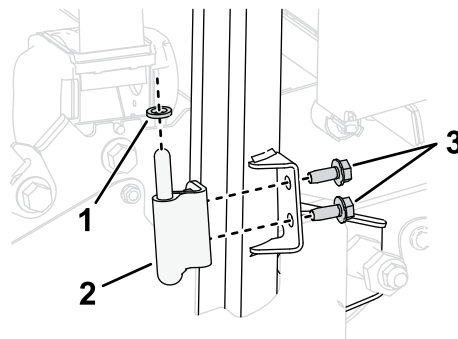

Figura 7
- Fissate, senza serrarla, la cerniera inferiore alla staffa sul tubo del ROPS utilizzando 2 viti ($\frac{5}{16}$ " x $\frac{3}{4}$ "), come illustrato nella Figura 7.